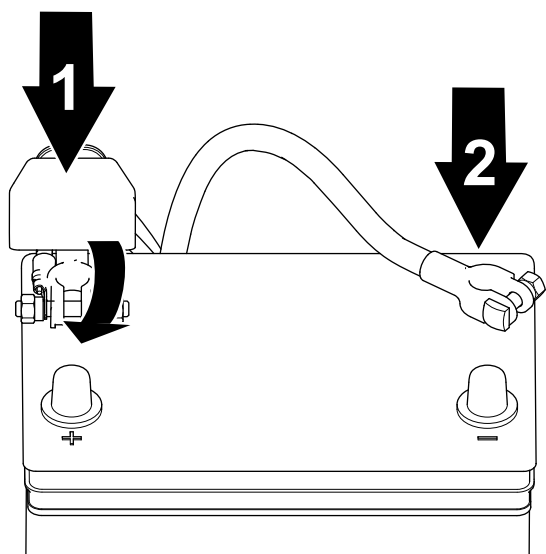

図 40
- プラス+ケーブルをバッテリーに接続し、クランプナットで接続する 図 40。
2. マイナス-ケーブルをバッテリーに接続し、クランプナットで接続する 図 40。